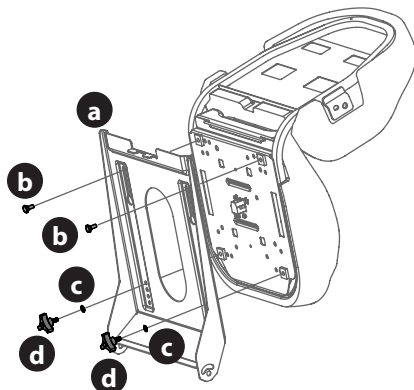

Figure 3
- Pour un siège se réglant au moyen d'un bouton : insérez les boulons (b) dans les trous arrière et la rondelle frein (c) et les boutons (d) à l'avant. Serrez solidement (Figure 3).